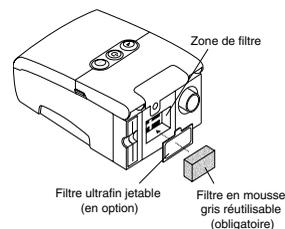

FIGURE 7-2 RÉINSTALLATION DES FILTRES
6. Réinstallez les filtres, en plaçant d'abord le filtre blanc ultrafin le cas échéant, comme l'illustre la Figure 7-2.